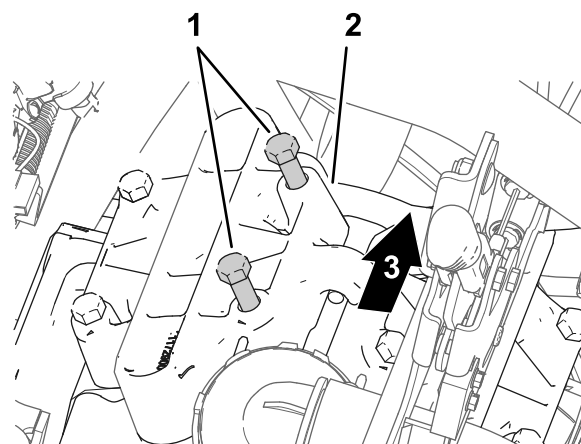

Рисунок 175
1. На головке насоса, находящейся в положении «на 11 часов», ослабьте 2 болта, как показано на Рисунок 175, чтобы получить зазор от 7 до 10 мм между головками болтов и насосом.